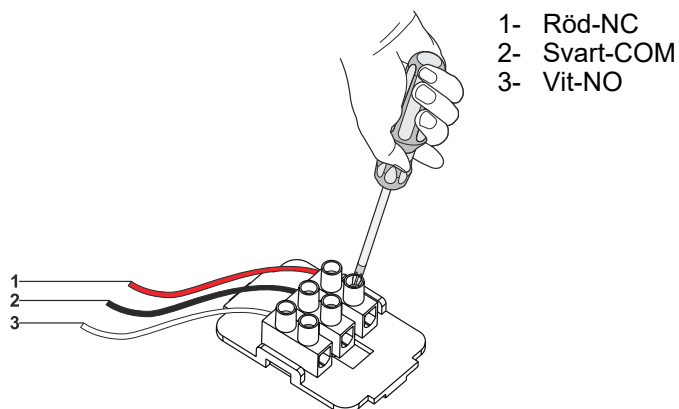

Fig. 10
- 1. ➤ **NC / COM:** När dessa 2 anslutningar används och fläkten stängs av kommer fläkten skicka en signal till den anslutna enheten (Fig. 10).
- 2. ➤ **NO / COM:** När dessa 2 anslutningar används och fläkten sätts på kommer fläkten skicka en signal till den anslutna enheten (Fig. 10).